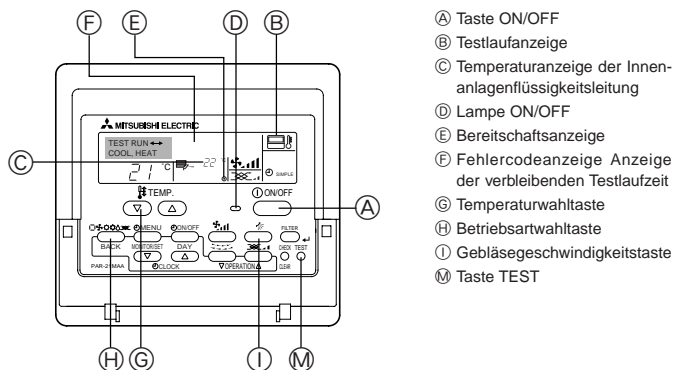

Fig. 8-1
8.2. Testlauf (Verwendung der verdrahteten Fernbedienung) (Fig. 8-1)
- ① Den Strom mindestens 12 Stunden vor dem Testlauf einschalten.
- ② Die [TEST]-Taste zwei Mal drücken. ⇒ "TEST RUN"-Flüssigkristallanzeige (LCD)
- ③ Die Betriebsartwahltaaste drücken. ⇒ Vergewissern Sie sich, dass Luft ausgeblasen wird.
- ④ Die Betriebsartwahltaaste drücken und die Betriebsart Kühlen (oder Heizen) einschalten. ⇒ Vergewissern Sie sich, dass kalte (oder warme) Luft ausgeblasen wird.
- ⑤ Die Gebläsegeschwindigkeitstaste drücken. ⇒ Vergewissern Sie sich, dass die Luftgeschwindigkeit eingeschaltet ist.
- ⑥ Den Betrieb des Gebläses der Außenanlage überprüfen.
- ⑦ Durch Drücken der Taste [ON/OFF] (EIN/AUS) den Testlauf freigeben. ⇒ Stopp
- ⑧ Speichern Sie eine Telefonnummer ein.